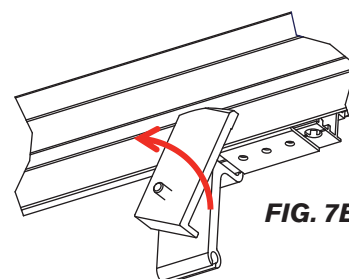

FIG. 7E
- Ahora apriete a mano las perillas de giro de la abrazadera. Finalmente, verifique el espacio adecuado midiendo entre los rieles, intentando insertar el espesor BR entre el metal del riel y el tope de la manija (FIG 7E y 7F). También puede verificar la medida entre el riel en el recipiente y el extremo de la puerta trasera de los rieles. Las extensiones de abrazadera se han preinstalado con soportes y cuñas para lograr la dimensión adecuada entre los rieles (BR) cuando se colocan en una plataforma de camioneta de fabricación promedio. Sin embargo, no todas las plataformas de camionetas tienen dimensiones promedio y algunas tienen tapas de plástico opcionales o revestimientos rociados sobre los rieles.